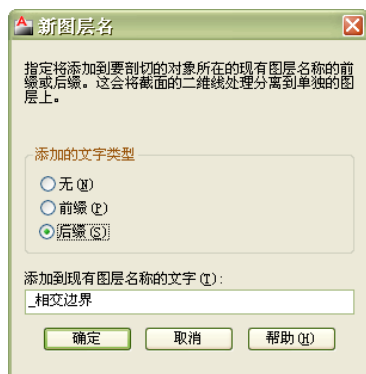

图 12-21 “新图层名”对话框
图层(仅在“设置类型”中选中“二维截面/标高块创建设置”和“三维截面块创建设置”时才出现): 设置相交边界的图层。单击右格, 从下拉列表中选择横线以下现有图层, 或选择“*通过选择对象指定图层*”, 将截面块的相交边界拆分到独立的图层上。如果要将自定义的前缀或后缀添加到*通过选择对象指定图层*名称, 单击“新图层名设置…”, 打开“新图层名”对话框, 如图 12-21 所示, 选中“前缀”或“后缀”单选按钮。
例如，如图 12-22a 所示，在图层 1 上创建带孔的红色长方体，在图层 2 上创建带孔的绿色圆柱；创建截面对象，如图 12-22b 所示。在“截面设置”对话框中，选中“二维截面/标高块创建设置”单选按钮，在“相交边界”栏的“图层”格，单击右格，选择“新图层名设置...”，打开“新图层名”对话框，如图 12-21 所示，选中“后缀”单选按钮，在“添加到现有图层名称的文字 (T)”中输入后缀（可使用默认后缀“_相交边界”），然后选择“图层”格的“*通过选择对象指定图层_相交边界*”。用“sectionplanetoblock”命令创建二维截面块，如图 12-22c 所示，创建完成后，将创建两个新图层“图层 1_相交边界”和“图层 2_相交边界”（可在“图层控制”下拉列表或“图层特性管理器”中查看）。如果关闭除“图层 1_相交边界”和“图层 2_相交边界”外的所有图层，将会看到图 12-22d 的效果。如果再用分解命令“explode”分解后，可以看到红色长方体的断面在图层“图层 1_相交边界”上，绿色圆柱的断面在图层“图层 2_相交边界”上。